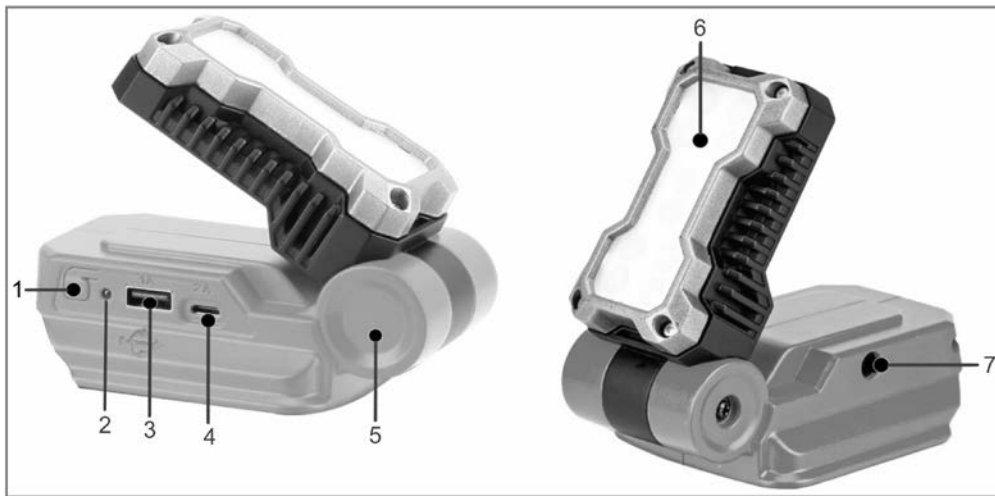

Рисунок 1
- натисніть кнопку перемикання режимів (1, рисунок 1) один раз (дивіться рисунок 4). Почне світитися зелений світлодіодний індикатор (2, рисунок 1), який сигналізує, що електроніка адаптера і роз'єми USB-A 2.0 та USB Type-C активовані;
- під'єднайте відповідний шнур (відповідні шнури) для заряджання електронних пристроїв до роз'ємів USB-A 2.0 (3, рисунок 1) та (або) USB Type-C (4, рисунок 1), як це показано на рисунку 5;
- для увімкнення LED-ліхтаря (6, рисунок 1) натисніть кнопку перемикання режимів ще раз. При цьому світлодіодний індикатор продовжуватиме світитися зеленим кольором, сигналізуючи про активність USB-роз'ємів;
- для вимкнення адаптера натисніть кнопку перемикання режимів (1, рисунок 1) втретє. Адаптер вимкнеться, а світлодіодний індикатор згасне;
- якщо необхідно зарядити під'єднану до адаптера акумуляторну батарею (продається окремо!), вставте штекер зарядного пристрою (продається окремо!) в гніздо відповідного роз'єму (7, рисунок 1), як це показано на рисунку 7. Час заряджання буде залежати від зарядного струму, вказаного на блоці живлення зарядного пристрою, та ємності встановленої акумуляторної батареї. При цьому для скорочення часу заряджання LED-ліхтар повинен бути вимкнений, а заряджання електронних пристроїв через USB-роз'єми (3 та 4, рисунок 1) не повинно виконуватися.